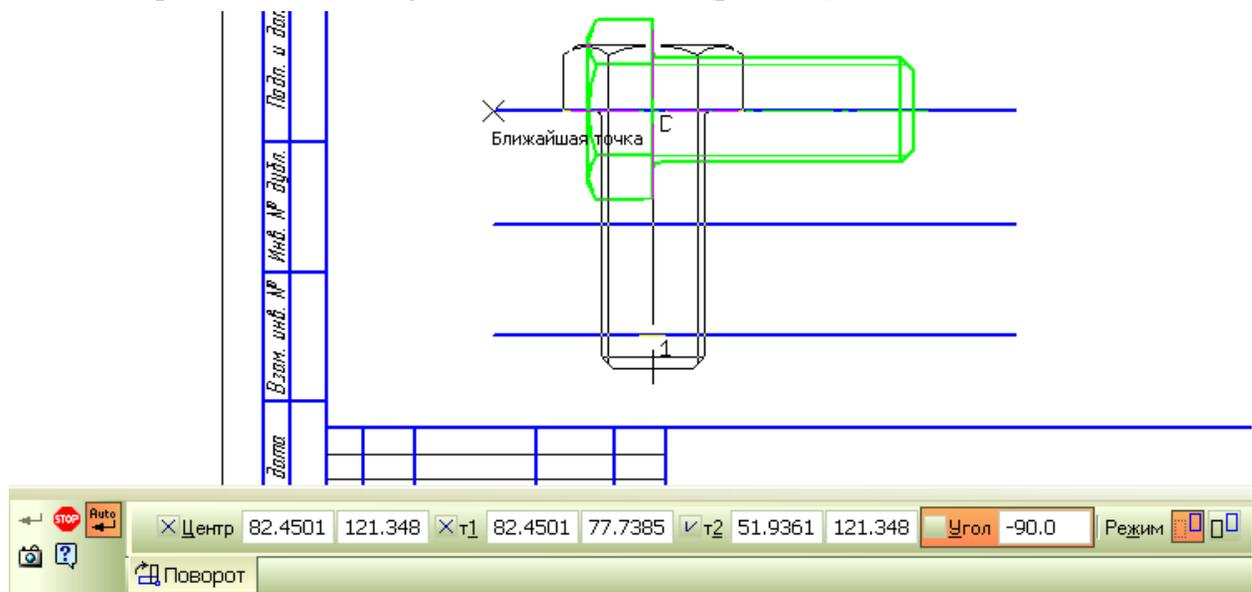

Рисунок 38. Поворот объекта.
4. Передвигайте указатель мыши вниз. Вы увидите, как изображение (фантом) поворачивается относительно первой указанной точки. Выровняйте вторую точку по вертикали с первой и зафиксируйте изображение, щелкнув кнопкой мыши (рис. 38).